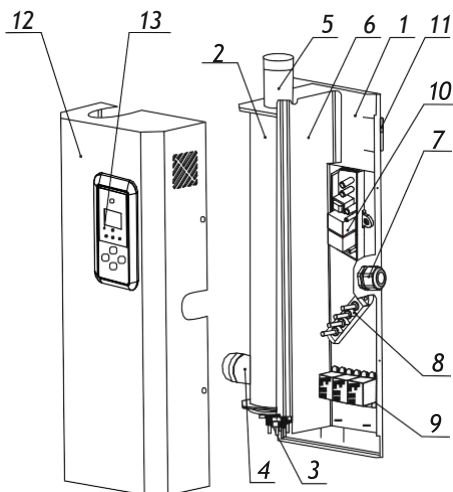
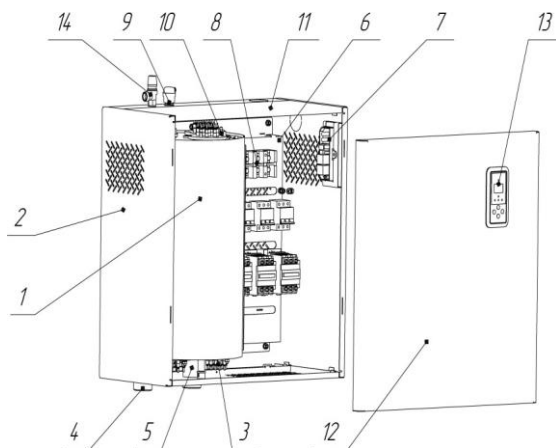

Рисунок 1
Рисунок 1.2
- водонагреватель следует закрепить на стене шурупами через отверстия в кронштейнах на его задней стенке (**рисунок 1**), обеспечив необходимые для обслуживания расстояния до боковых стен и расстояние до пола не менее 550 мм для замены ТЭНБ;
- на моделях ЭВН-К-4,5ЭЗ-220, ЭВН-К-6ЭЗ, ЭВН-К-9ЭЗ, ЭВН-К-12Э1, ЭВН-К-15Э2, ЭВН-К-18Э2, ЭВН-К-24Э2, ЭВН-К-30Э2, ЭВН-К-36Э2, ЭВН-К-42Э2, ЭВН-К-48Э2 снять кожух (12), как показано на **рисунках 1 и 1.1**, предварительно отвернув винты саморезы. Отключить провод с электронной панели управления от коммутационной платы (10), после подключения ЭВН-К к сети собрать в обратной последовательности;
- на моделях ЭВН-К-60ЭЗ, ЭВН-К-72ЭЗ, ЭВН-К-84ЭЗ, ЭВН-К-96ЭЗ, ЭВН-К-144ЭЗ снять съемную крышку (12) котла (**рисунок 1.2**). Для этого плавно приподнять крышку вверх на 4 см, затем потянуть на себя для того, чтобы зацепы крышки вышли из пазов каркаса. Отключить провод с электронной панели управления от коммутационной платы (7), после подключения ЭВН-К к сети собрать в обратной последовательности;